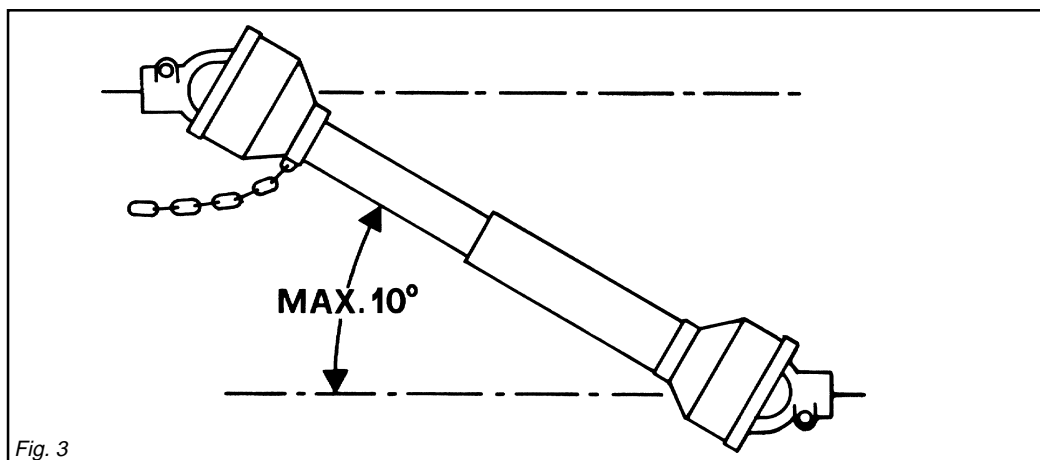

Fig. 3
- 39) Disinserire, sempre, la presa di forza quando l'albero cardanico fa un angolo troppo aperto (mai oltre i 10 gradi - Fig. 3) e quando non viene usata.
- 39) *Always disengage the pto when the cardan shaft is set at an excessively open angle (never beyond 10 degrees - Fig. 3) and when it is not in use.*